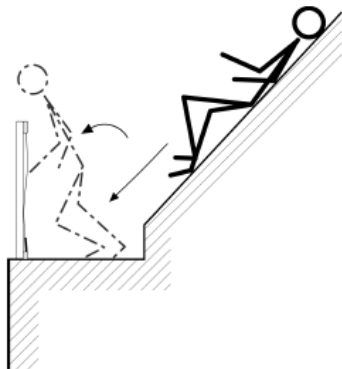

Bild A.4 — In den Seitenschutz rutschen und stolpern
- Wenn das Geländersystem auf einer zugelassenen geneigten Fläche ($\leq 10^\circ$) mit einem geringen Abstand in der Nähe einer steileren geneigten Fläche ($> 10^\circ$) angebracht ist, muss das Risiko, dass Werkstoffe oder Personen von der steileren Fläche auf das Geländersystem fallen, bewertet werden. Für solche Situationen ist möglicherweise eine andere Schutzklasse nach DIN EN 13374 ausschlaggebend, das HYGHTS Geländersystem wäre somit nicht zulässig. Siehe Bild A.4 [aus DIN EN 13374:2025-09]